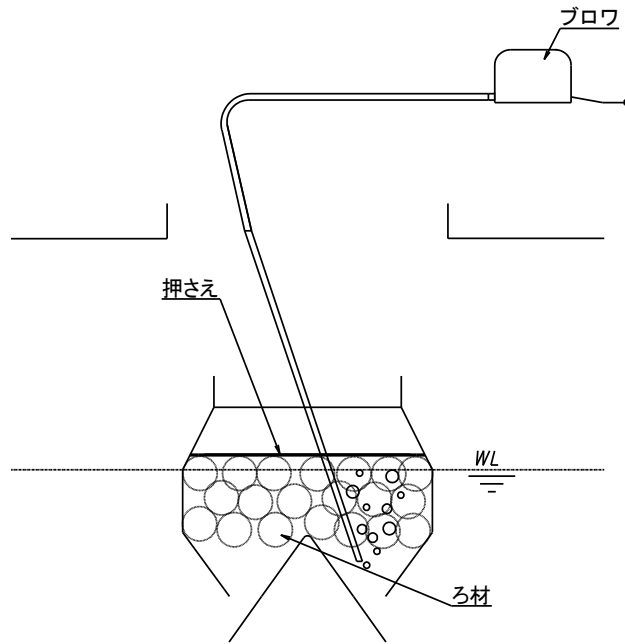

図 3-4 固液分離部の保守作業イメージ図
- ① 棒状のもので、ろ材を全体的にかき混ぜて蓄積したSS等を落とす、もしくはφ13の塩ビパイプ、水道ホース、ブロワを用いてエアを送り、SS等を剥離させてください(図3-4参照)。